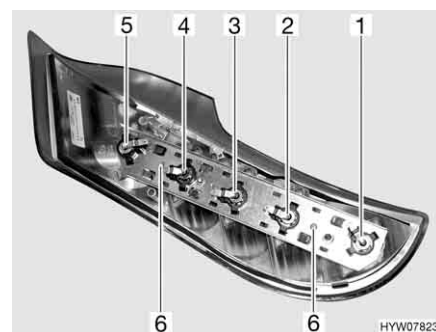

Fig. 182 Luci posteriori (lato posteriore)
- Svitare le due viti Torx (Fig. 182,6) del listello di supporto poste sul lato posteriore dell'involucro.